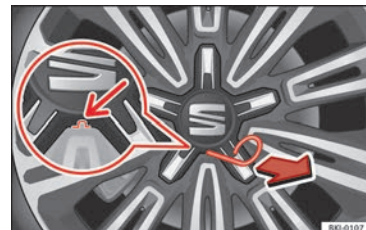

Fig. 77 Démontez l'enjoliveur central de roue.
- Accrochez le crochet métallique (outillage de bord » fig. 75 ⑥) dans le logement prévu à cet effet » fig. 77.
- Tirez dessus pour démonter l'enjoliveur » fig. 77.